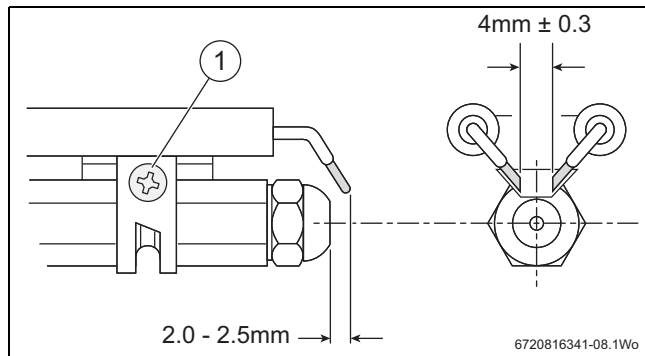

Fig. 30 Alineación entre la boquilla y el electrodo
- ▶ Tras volver a instalarla, comprobar que las distancias de separación de los electrodos son correctas, tal como se muestra en la fig. 30.
Véase la fig. 30: